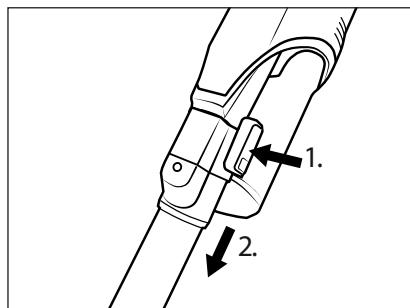

Fig. 11
- ◆ Pour retirer le tube d'aspiration **23** de l'appareil, maintenez la touche de déverrouillage du tube d'aspiration **24** enfoncee et retirez le tube d'aspiration **23** de l'orifice d'aspiration de l'appareil (voir fig. 11).